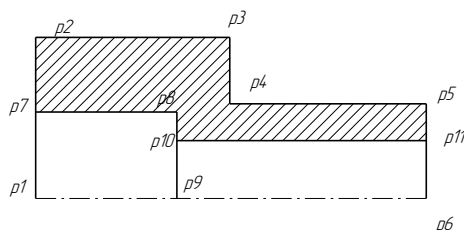

Рисунок 6.5 – Побудова верхньої частини втулки
7. Побудуємо відрізок $p_{10} - p_{11}$, відповідний наскрізному отвору в деталі (рис. 6.5).